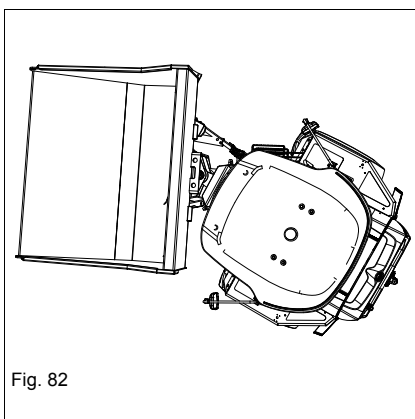

Fig. 82
1. Faire tourner la machine comme indiqué dans la *Fig. 82*. Couper le moteur.